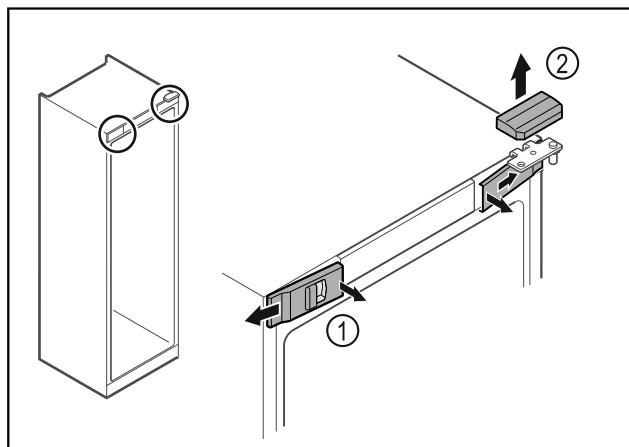

Fig. 16
- Передние крышки Fig. 16 (1) освободите от фиксации с внутренней стороны и отведите в сторону.
► Движением вверх снимите верхнюю крышку Fig. 16 (2).